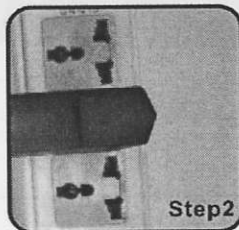

Bild 2
2. Verbinden Sie den Ladestecker mit einer geschützten Steckdose. (Bild 2)